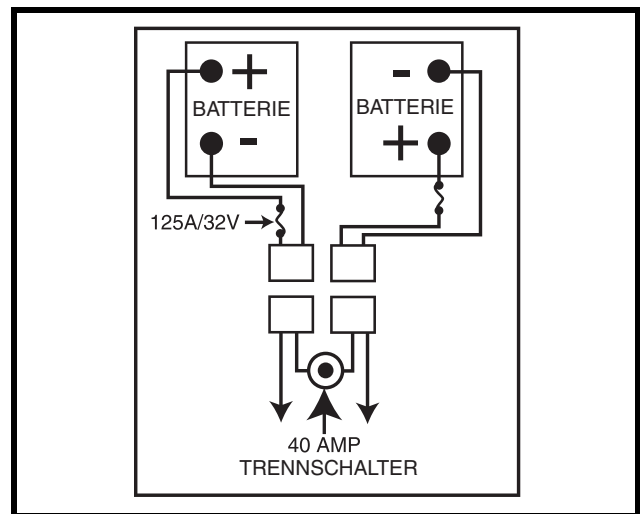

Abb. 12. Batterie kabelverlauf
6. Legen Sie neue Batterien ein. Jeder Anschluss sollte vom Sitzpfosten wegschauen. **Siehe Abb. 12.**